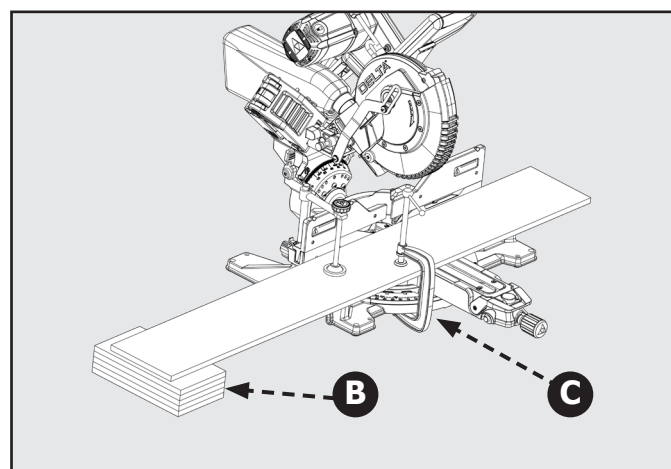

Figure 17
Dans la plupart des cas, les rallonges de table incluses (supports de pièce) suffiront pour supporter des pièces plus longues. Si celles-ci ne sont pas assez longues, la pièce doit être soutenue plus loin de la scie. Un support supplémentaire (B) peut être utilisé pour placer la pièce à plat sur la table de sciage. Utilisez l'étau inclus ou une presse en C (C) pour immobiliser la pièce sur la table de la scie à onglets. Voir figure 17.